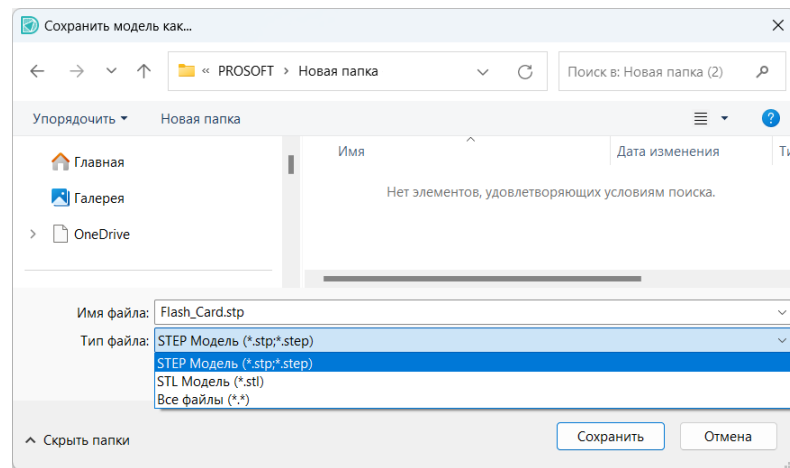

Рис. 544 Выбор формата сохранения 3D модели
2. Укажите в окне проводника место, где будет сохранена 3D модель платы и имя файла для модели, выберите формат, в котором она будет сохранена, см. Рис. 544.